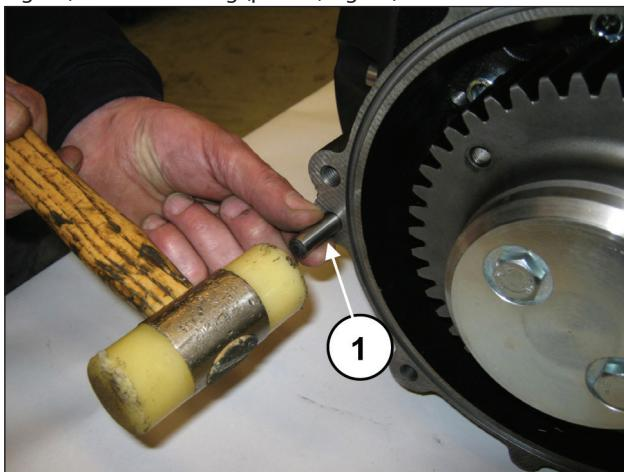
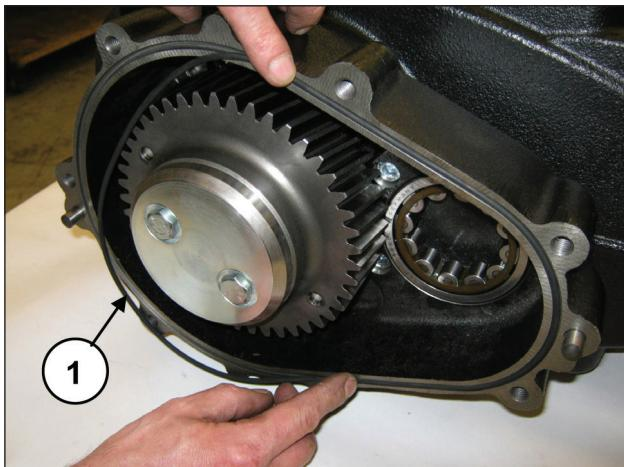

Fig. 80
Fig. 81
Aplique os dois pinos Ø10x24 à caixa do redutor (pos. ①, Fig. 80) e insira o O-ring (pos. ①, Fig. 81).